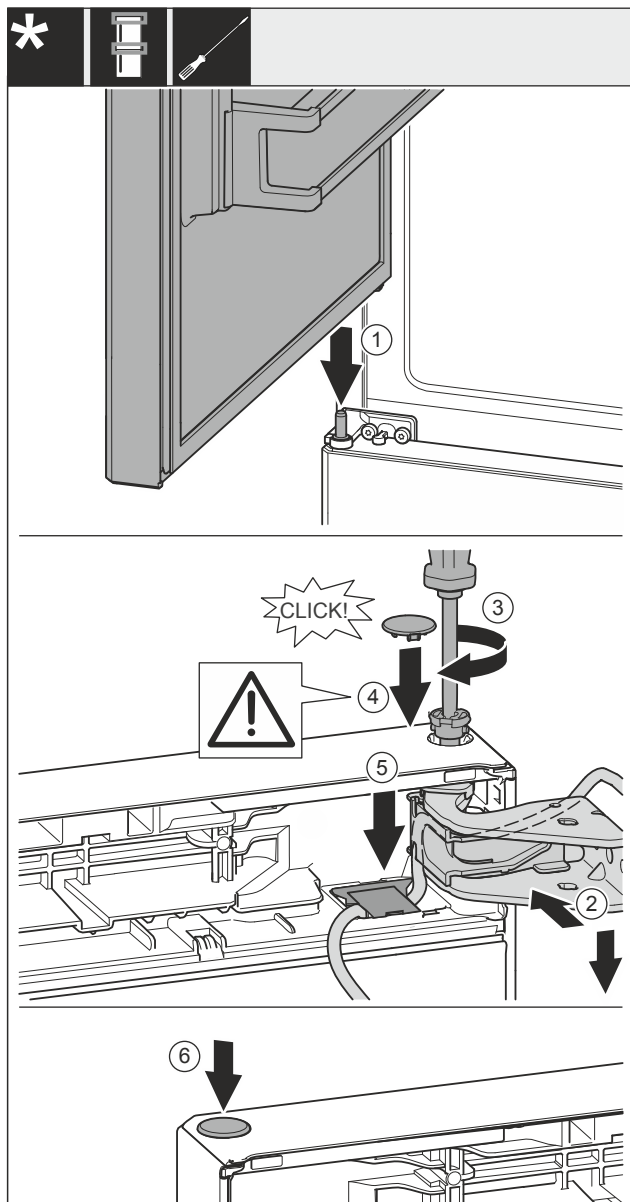

Fig. 36
- Posizionare la porta superiore sul cuscinetto di supporto centrale Fig. 36 (1).
- Allineare la porta superiore all'apertura nella staffa di supporto Fig. 36 (2).
- Inserire i perni Fig. 36 (3) e stringerli con un cacciavite.
- Inserire la copertura Fig. 36 (4).
- Controllare che la copertura Fig. 36 (4) poggi sulla porta.
- Inserire la copertura Fig. 36 (5) e spingere verso il basso, finché non si innesta.
- Inserire la copertura Fig. 36 (6).